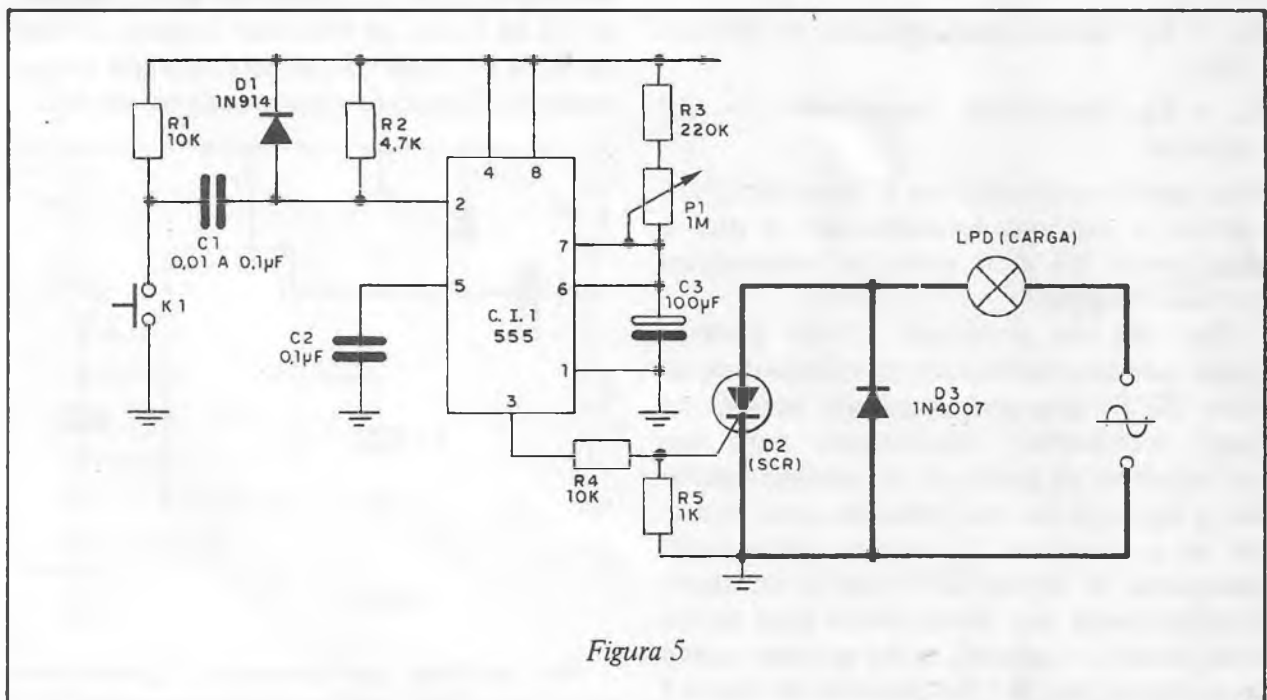

Figura 5
Interligando adequadamente a saída deste circuito com o SCR ter-se-á o circuito da minuteria eletrônica — vide figura 5. A descrição do seu funcionamento é simples, senão vejamos.
Em condições, digamos normais, a lâmpada se encontra em meia carga graças ao diodo D3 e por isso ela acende a meia luminosidade. Ao se pressionar o interruptor de contato momentâneo K1 (figura 5), a saída de C.I.1 (pino 3) propicia um potencial alto que polariza a junção comporta-catodo de D2, um diodo controlável de silício, o qual passa a conduzir nos semi-ciclos em que D3 não o faz por se encontrar inversamente polarizado, aí a lâmpada acende na máxima luminosidade.
Do circuito da figura 5 percebe-se que o terra da tensão cc de alimentação do circui-
A montagem poderá ser feita numa pequena placa de circuito impresso, como a mostrada na figura 8. Note que o lay-out corresponde apenas ao circuito mostrado na figura 5, ou seja, não incorpora a fonte de alimentação.
A interligação do SCR e diodo D3 à lâmpada deve ser feita com fio de calibre compatível com a potência desta, conforme bem o mostra a figura 5 em negrito — o calibre 20 AWG atende à maioria das aplicações.
O interruptor K1, figura 5, bem como o potenciômetro P1 podem ser fixados, neste caso, ao espelho plástico da mencionada caixa, de forma que em um mesmo local há
- Figura 5: